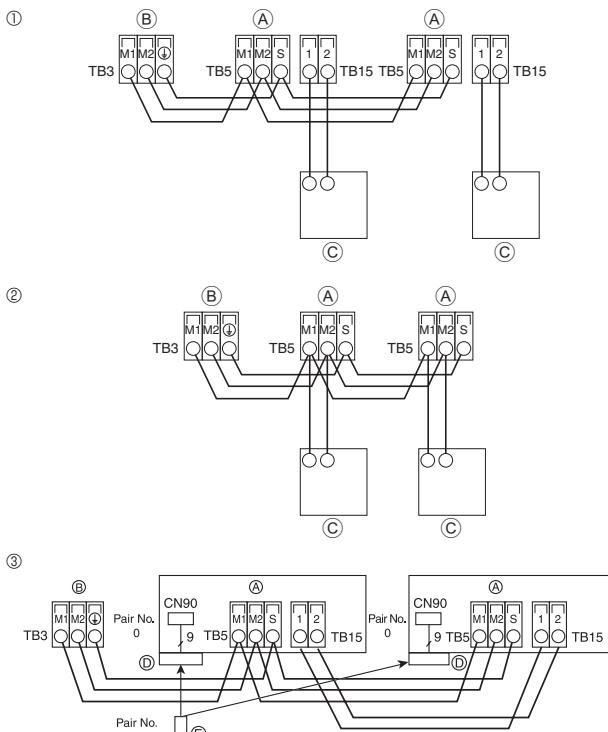

Fig. 6-3
6.4. Ligação dos cabos de transmissão do controlo remoto e das unidades interior e exterior (Fig. 6-3)
- ① Controlo remoto MA**
- ② Controlo remoto M-NET**
- ③ Controlo remoto sem fios (Ao instalar o receptor de sinal sem fios)**